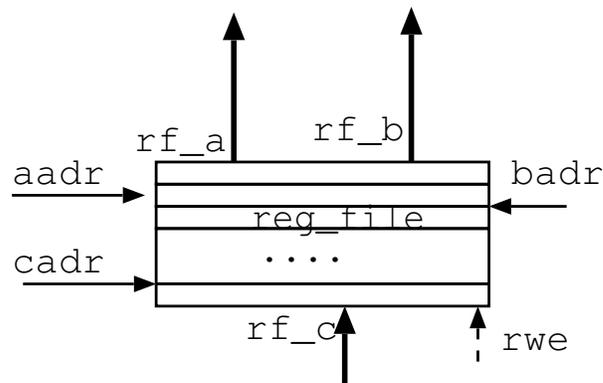

図 1: レジスタファイル
- アキュムレータの代わりにレジスタファイルを使う。レジスタファイルは図 1 に示す 3 ポート構造を想定する (今の POCO なら実は読み出しの a ポートアドレスと書き込みの c ポートアドレスは共有可能である)。レジスタファイルは一種のメモリであり、aadr から与えられた番号 (3 ビット) のレジスタが内容が rf\_a に読み出され、badr に与えられた番号 (3 ビット) のレジスタの内容が rf\_b に読み出される。一方、書き込みについては、cadr に与えた番号のレジスタに対して、rwe が 1 の時のクロックの立ち上がりで、rf\_c からのデータが書き込まれる。aadr, badr, cadr は ir 中の命令でレジスタを表すフィールドにより指定する。
最初に図 1 の Verilog 記述は以下ようになる。